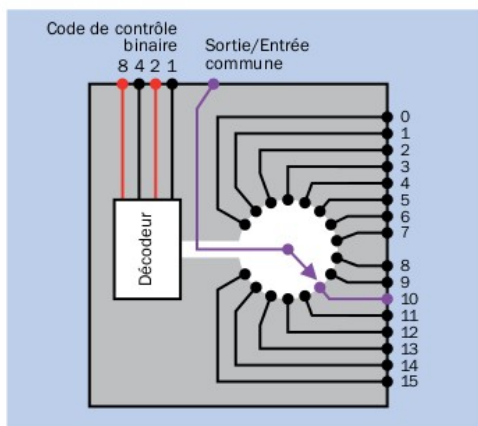

Figure 21-2. Un multiplexeur fonctionne comme un sélecteur rotatif. La liaison violette est établie par le code binaire appliqué aux broches de contrôle.
- Il est facile d'assimiler un multiplexeur à un contacteur rotatif comme illustré sur la fig. 21-2. Sur cette figure, les broches de contrôle 2 et 8 ont été sélectionnées arbitrairement de façon à réaliser une liaison interne entre le canal 10 et la sortie/entrée commune.